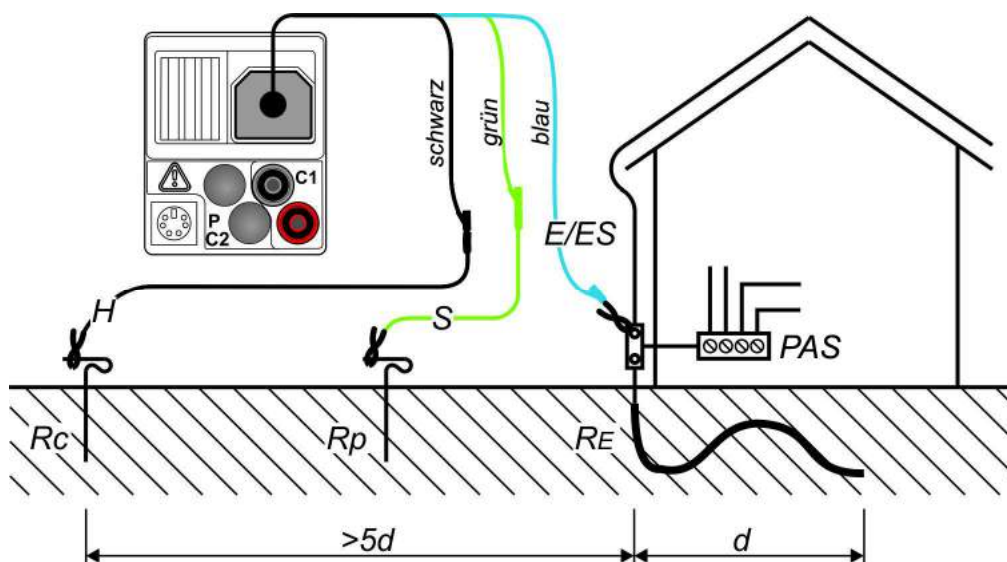

Abbildung 5.33: Anschluss des optionalen Erdungsset (044113) - Messung der Haupterdung
- ☐ Kontaktieren Sie die Prüfleitungen an das Prüfobjekt (siehe Abbildung 5.33 und 5.34).
- Die Sonden müssen in ausreichendem Abstand vom Prüfobjekt platziert werden. Der Abstand zwischen dem Erder (E/ES) und der Sonde (H) soll mindestens 5-mal größer sein als die Tiefe oder Länge des Erders (siehe Abb. 5.33 und 5.34).